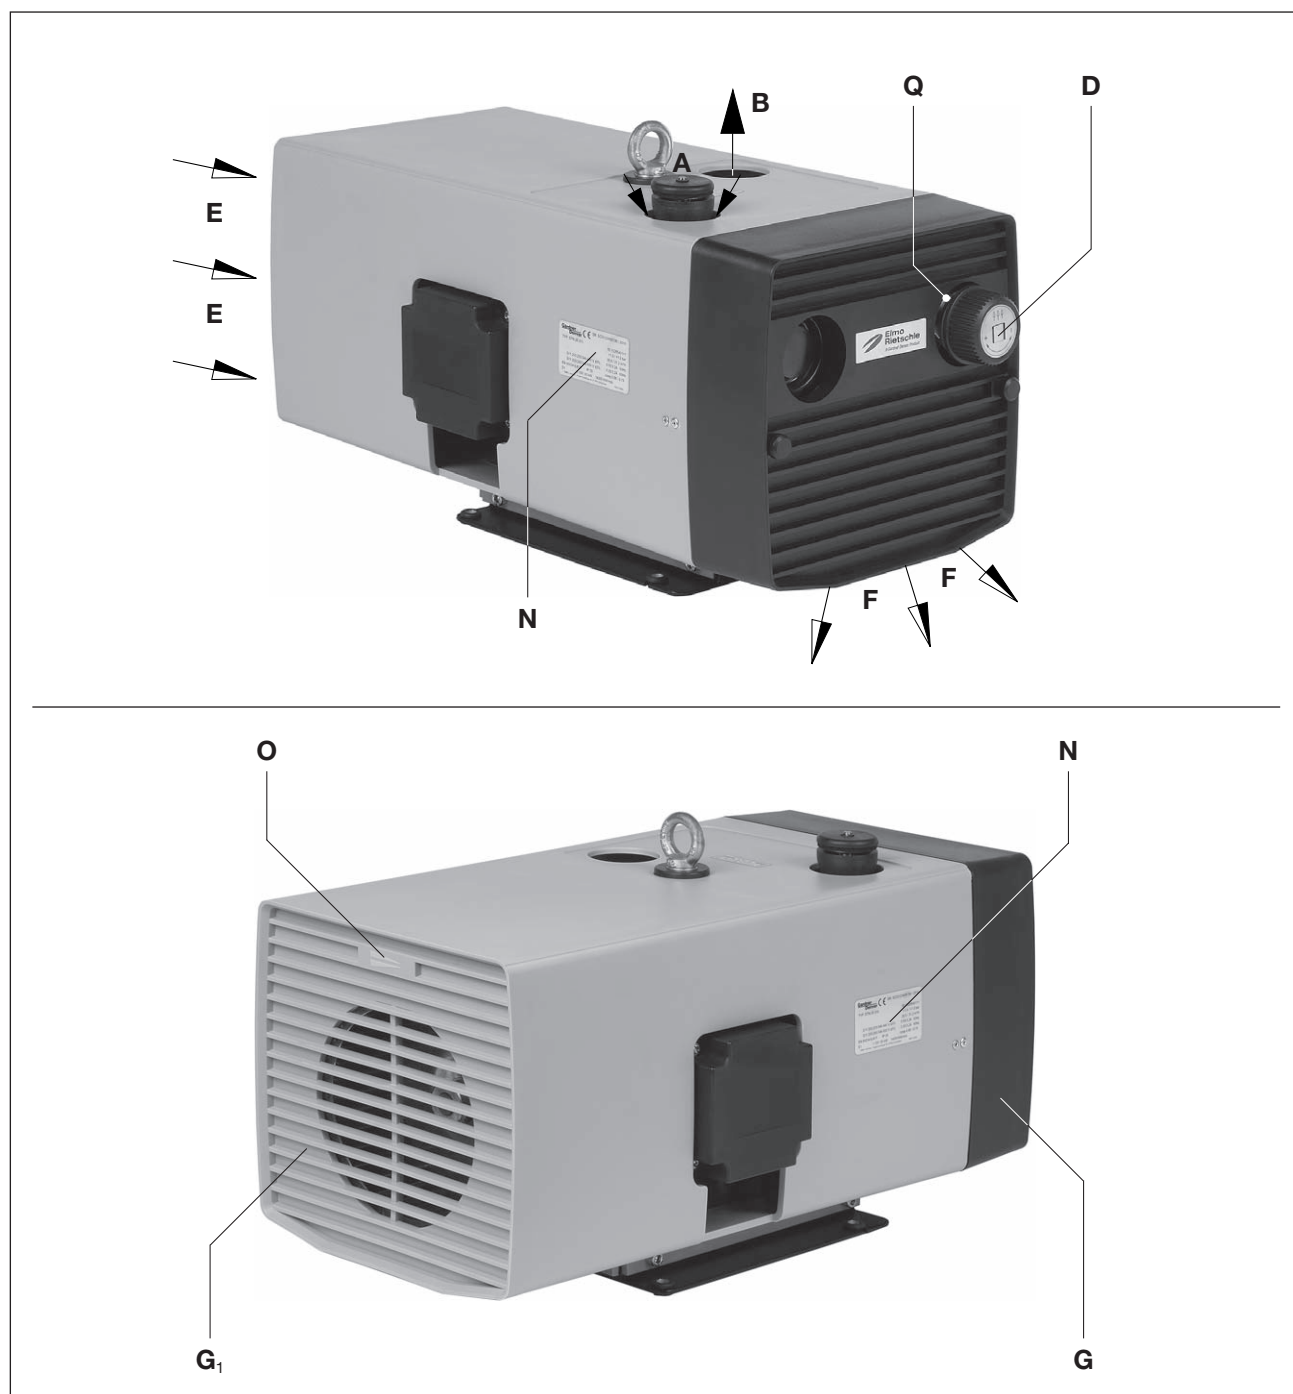

Fig. 2 Kompressor V-DTN
Motorn och kompressorn har en gemensam axel. Tryckregleringsventilen (fig. 2/D) tillåter att trycket ställs in till önskade värden, som dock begränsas uppåt.
Dessa torrgående lamellkompressorer V-DTN 16 till V-DTN 41 lämpar sig för att skapa övertryck mellan 0 och de högsta gränserna (bar) som anges på dataskylten (fig. 2/N). Kontinuerlig drift tillåts.
För att demontera utblåsningsgallret (fig. 2/G) och insugningsgallret (fig. 2/G₁) måste det finnas minst 30 cm utrymme för underhållsarbeten. Dessutom måste man tänka på att kylflutingångarna (fig. 2/E) och kylflututgångarna (fig. 2/F) måste ha minst 10 cm avstånd till närmaste vägg (kylflut som går ut får inte sugas in igen).
- a) Tryckanslutning vid (fig. 2/B).
De tryckområden som krävs kan ställas in med tryckregleringsventilen (fig. 2/D) i enlighet med symbolskylten på vridknappen.
- a) Uppgifter om motorns elektronik finns på märkskylten (fig. 2/N) eller på motorns märkskylt. Motorerna uppfyller kraven i DIN EN 60034 och tillhör skyddsklass IP 55 samt isoleringsklass F. Lämpligt kopplingsschema finns i motorns anslutningsbox (inte på versionen med kontakt-don). Motoruppgifterna måste jämföras med uppgifterna om det befintliga huvudnätverket (aktuell typ, spänning, nätverksfrekvens, tillåtet strömvärde).
- ▷ Drivaxelns planerade rotationsriktning markeras av rotationsriktningspilen (fig. 2/O).